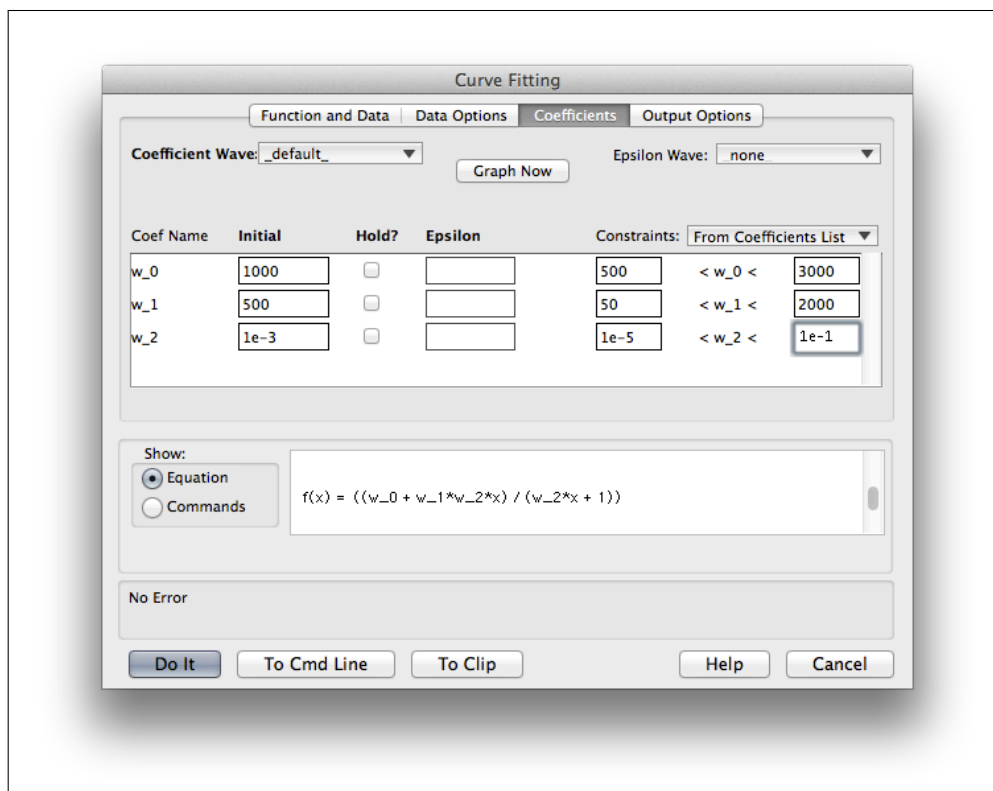

Abbildung 3: Dialogbox in Igor Pro zur Vorgabe von Anfangswerten für die Kurvenanpassung der Leitfähigkeits-Zeitkurven entsprechend Gl. 11.
5. Geben Sie im Register „Coefficients“ Startwerte und einen Wertebereich ein. Orientieren Sie sich an den Daten, die in Abb. 3 eingetragen sind.